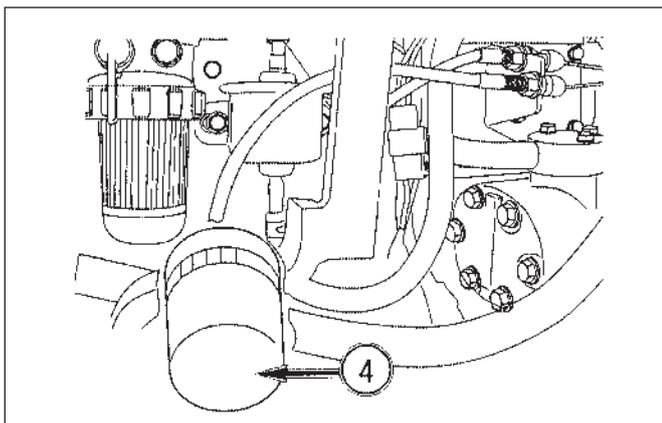

FIG. 6-11
**FIG. 6-11:** Pour remplacer le filtre à huile – dévissez la cartouche, 4, du moteur et mettez au rebut. Assurez-vous que le joint du vieux filtre a été enlevé. Lubrifiez le joint du nouveau filtre avec de l'huile moteur neuve. Vissez la nouvelle cartouche jusqu'à ce que le joint touche l'adaptateur et puis serrez encore de 1/2 tour.